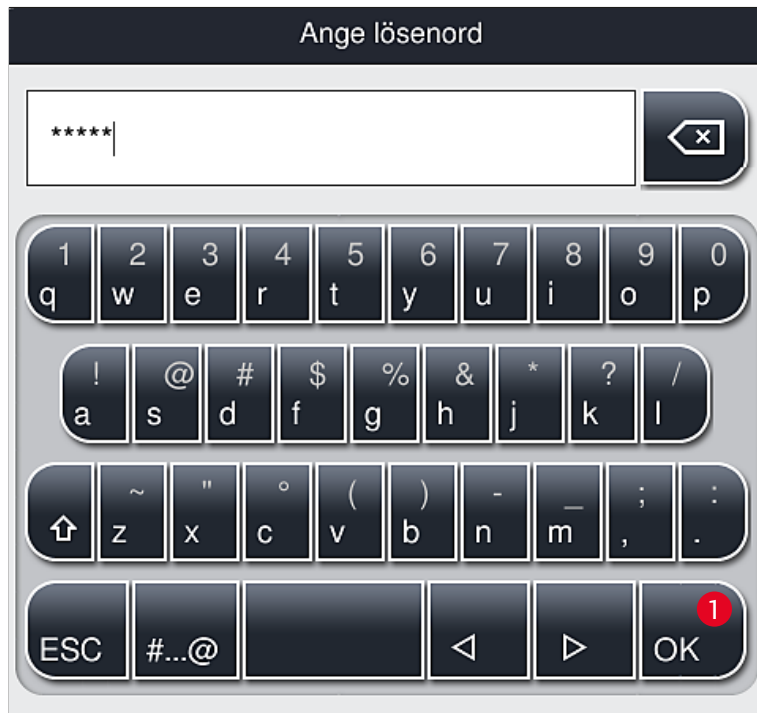

Bild 28
2. Sedan visas en knappsets (→ Bild 28) som kan användas för att ange lösenordet.